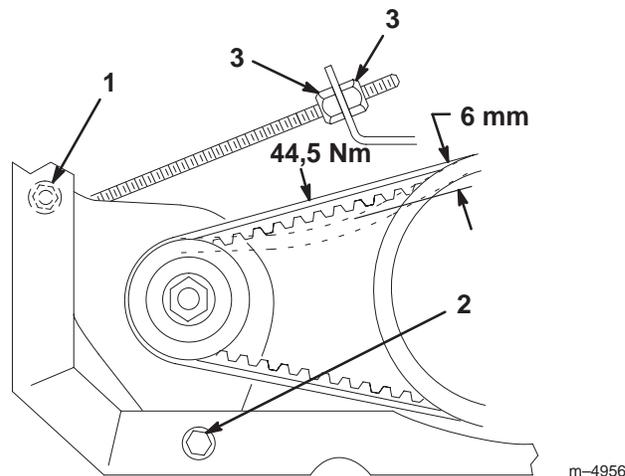

Figure 39
2. Desserrez l'écrou et le boulon pivot de l'alternateur du démarreur (Fig. 39).
3. Vissez plus ou moins les écrous de blocage sur la tige du démarreur (Fig. 39) jusqu'à ce que la courroie présente une flèche de 6 mm lorsqu'une force de 44,5 Nm est exercée
4. Serrez l'écrou et le boulon pivot de l'alternateur du démarreur (Fig. 39).